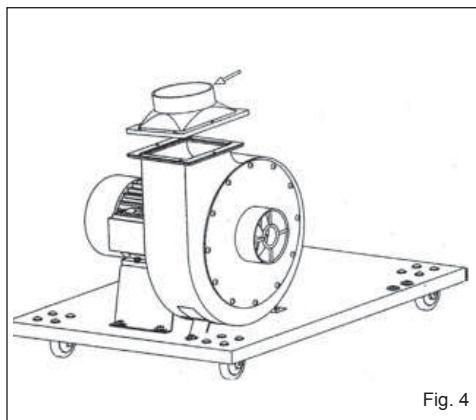

Fig. 4
3. Fixar o conjunto motor/transportadora com os suportes utilizando os parafusos próprios, anilhas e porcas (Fig. 4).